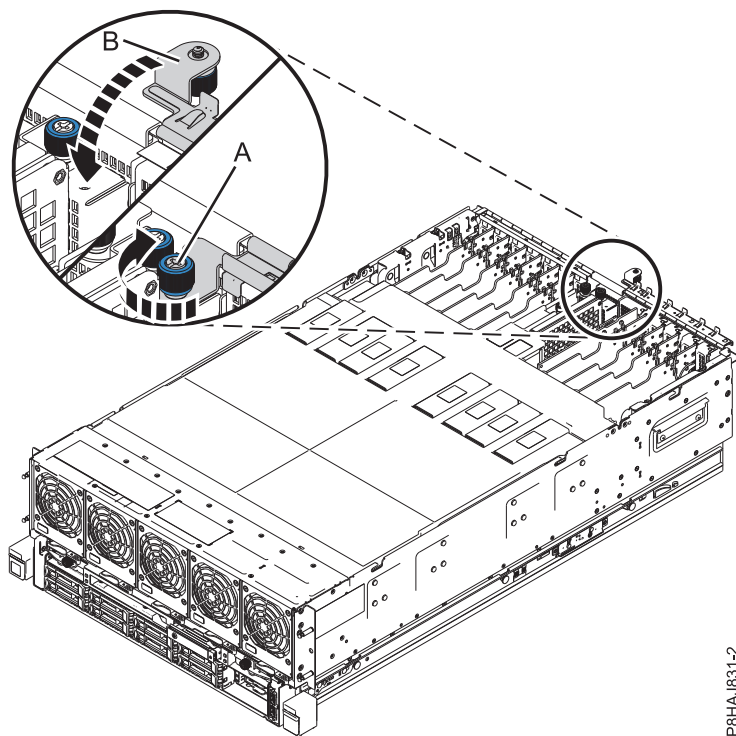

Figura 36. Fechar o trinco de E/S
2. Feche o trinco de acesso de assistência (B) fazendo-o deslizar em direcção ao chassis, tal como é apresentado na Figura 36 na página 52.
3. Aperte o parafuso de aperto manual (A) ao rodá-lo na direcção apresentado, para fixar o trinco ao chassis.